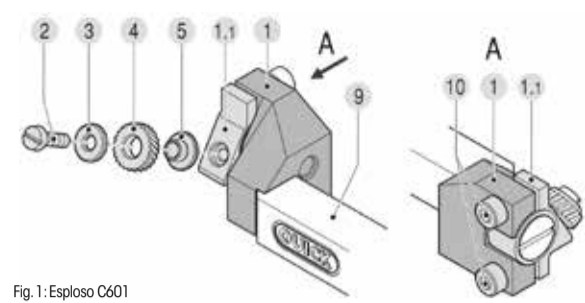
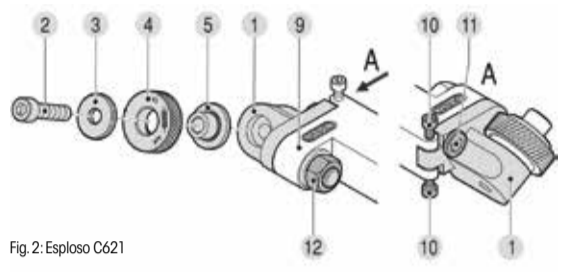

Fig. 1: Esploso C601
Fig. 2: Esploso C621
Per il montaggio o la sostituzione del godrone di godronatura (fig. 1 + fig. 2, pos. 4) allentare completamente la vite a testa piatta (fig. 1, pos. 2) o la vite a testa cilindrica (fig. 2, pos. 2) e rimuovere il godrone di godronatura insieme alla rondella di copertura (fig. 1, + fig. 2, pos. 3). Infine inserire il nuovo godrone di godronatura e la rondella di copertura sulla boccia scorrevole (fig. 1, + fig. 2, pos. 5) e riavvitare la vite. Rispettare le coppie di serraggio indicate nella Tabella 3, Capitolo 7.
La vite a testa piatta (fig. 1, pos. 2) o la vite a testa cilindrica (fig. 2, pos. 2), la boccia scorrevole (fig. 1 + fig. 2, pos. 5) e la rondella di copertura (fig. 1 + fig. 2, pos. 3) devono essere sostituite dopo cicli definiti, al più tardi in presenza di notevole usura o parametri di processo devianti. Si raccomanda un sufficiente afflusso di liquido refrigerante o olio da taglio!
Se le viti (fig. 1, pos. 2; fig. 2, pos. 2) si allentano durante il processo, si consiglia di utilizzare i frenafilietti LOCTITE® ad alta resistenza.
| Vite a testa piatta M2,6     | 0,85 Nm             | Fig. 1, pos. 2  |
| Vite di regolazione fine M3  | 1,5 Nm              | Fig. 1, pos. 10 |
| Vite a esagono incassato M10 | 5 Nm                | Fig. 2, pos. 2  |
| Vite di regolazione fine M6  | 5 Nm                | Fig. 2, pos. 10 |
| Vite a testa cilindrica M10  | 5 Nm                | Fig. 2, pos. 11 |